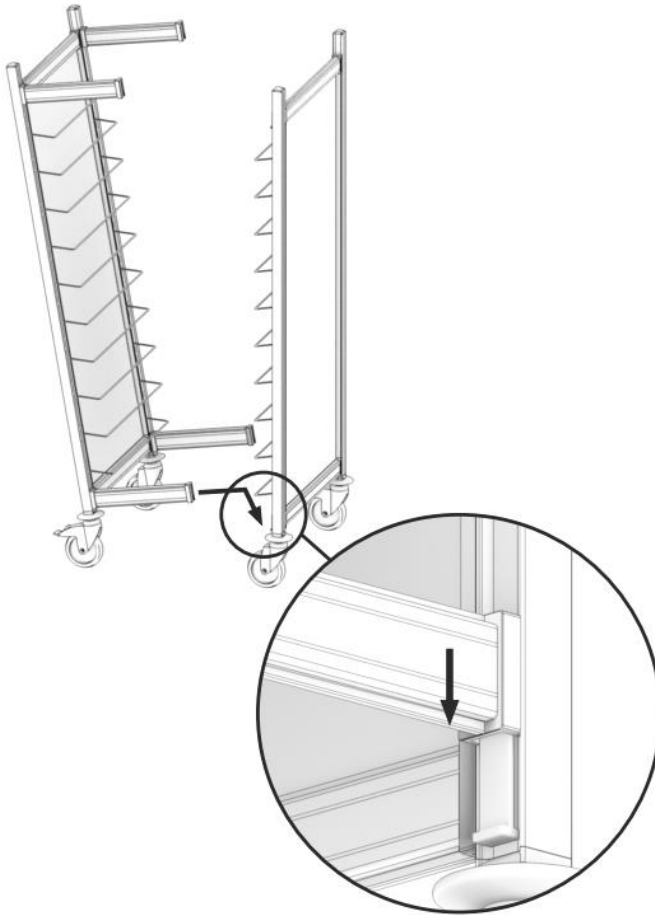

Fig. 2
1. Instale los amortiguadores de ruedas (5) en las partes laterales (1) y, a continuación, atornille las ruedas pivotantes (3 + 4) en estas partes laterales (1).
2. Instale las barras intermedias (2) en una de las partes laterales (1) colocándolas en los conectores de plástico de las partes laterales (1). Para facilitar la operación use un martillo de goma.
3. Al final, coloque las barras intermedias (2) en los conectores de plástico de la otra parte lateral (1) (**fig. 2**).